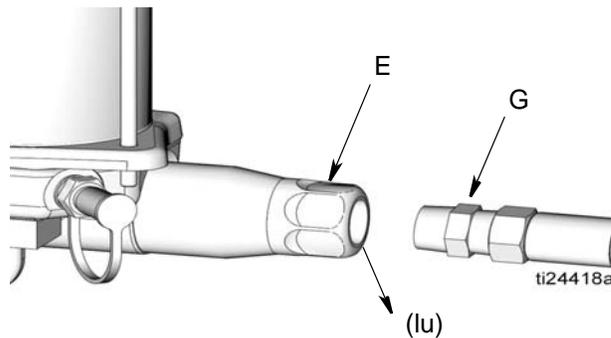

图 7
3. 断开润滑剂供应管路（G）与泵出口（E）（图 7）的连接。
5. 运行泵数个冲程，直至滑脂（gr），无空气，从泵出口（E）处出来（图 7）。